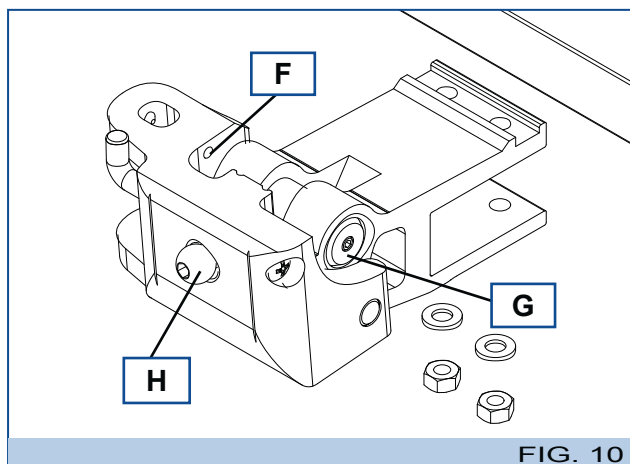
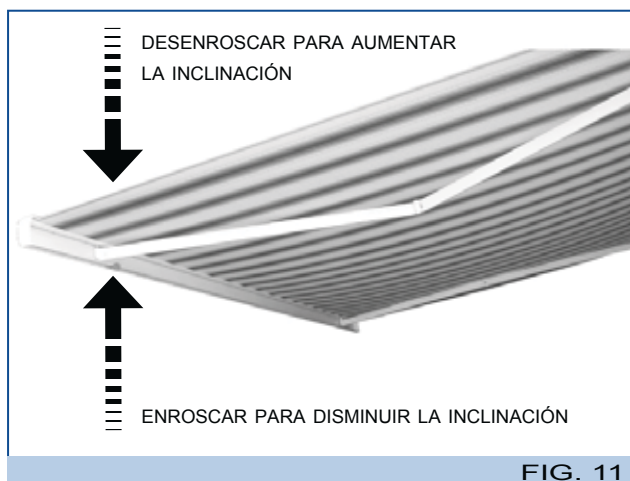

FIG. 10
FIG. 11
- 11º Con el toldo abierto, regular el tornillo (H-Fig.10) con una llave Allen de 6mm hasta obtener la pendiente deseada (ver Fig.11).
- 13º Una vez que se ha obtenido la inclinación deseada, fijar la posición del toldo apretando el tornillo (G-Fig.10) con una llave Allen de 3 mm.
- 15º Enrosque el tornillo sin cabeza (I) para elevar la articulación del brazo, y desenróscuelo para bajarla.
- 16º Una vez establecido el paralelismo correcto de los brazos, fijar el tornillo prisionero (F-Fig.10) en ambos soportes brazo.